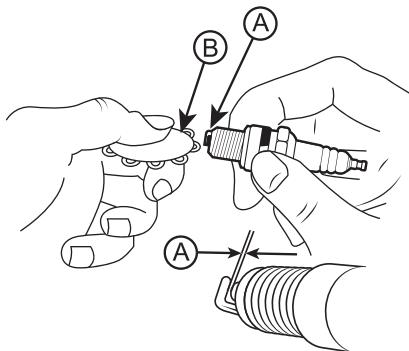

Рис. 17 Обслуживание свечи зажигания
4. Измерьте зазор А между электродами свечи зажигания специальным щупом В. Зазор должен быть $0,7\text{--}0,8$ мм (Рис. 17). При увеличении или уменьшении требуемого зазора, рекомендуется заменить свечу, так как регулировка зазора может привести к изменению качества искрообразования.